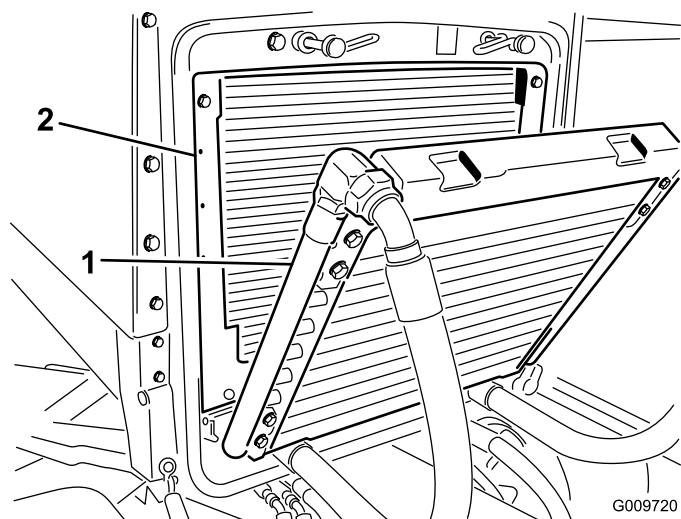

Figure 51
4. Nettoyez soigneusement les deux côtés du refroidisseur et la surface autour du radiateur (Figure 51) à l'air comprimé.